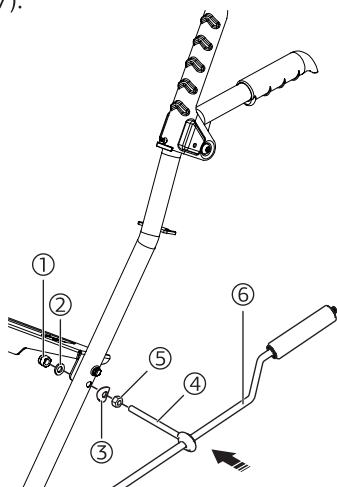

Рис. 7
6. Присоедините рукоятку (6) поворотного желоба к левой ручке, при помощи крепежных элементов: гайка с шайбой М8 – 1 шт. (5); фигурная шайба D8 – 1 шт. (3); шайба D8 – 1 шт. (2); гайка М8 – 1 шт. (1) (Рис. 7).